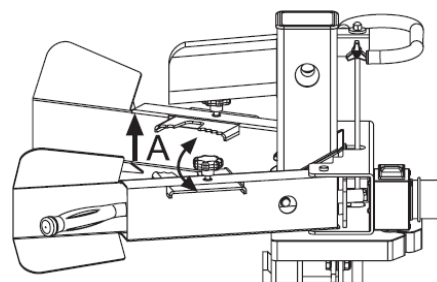

Fig.11a
b) Regolare le braccia di sostegno dello spaccalegna secondo il diametro del ceppo per ottenere l'angolo di controllo delle leve di comando più comodo (Fig.11a, A).
- c) Mantenere il ceppo con le braccia di sostegno. (Fig.11a) tenendo le leve di comando.
d) Non aprire mai le braccia di sostegno mentre il ceppo si sta muovendo. (Fig.11a)